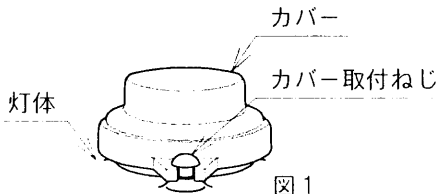

図1
●鋼管柱に取付する場合（φ89.1～φ190まで）（図1）
- ① 自動点滅器用のカバー取付ねじ（2ヶ所）を外してください。（図1）